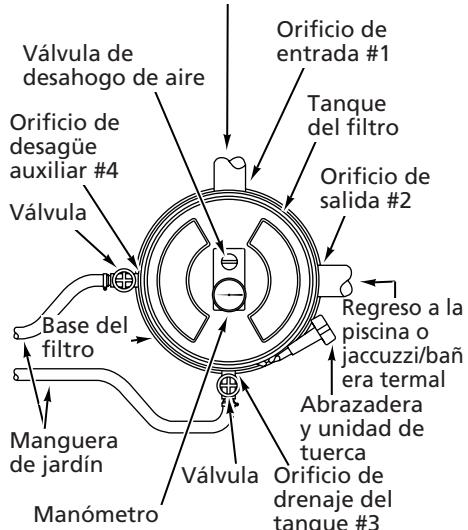

Figura 4
- Ver Figura 4 para las conexiones de los tubos al filtro.